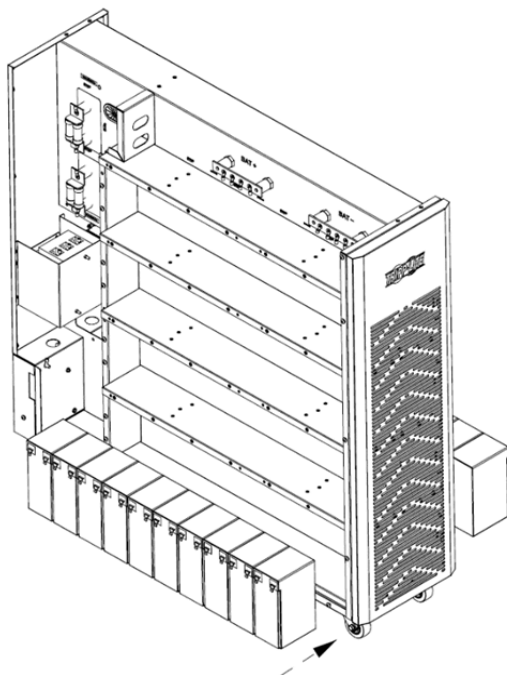

Figure 5-6A
5. Installer les 10 modules de batteries dans la couche inférieure (L1-A, ensemble positif du groupe 1). S'assurer de garder les côtés des bornes de toutes les batteries vers le haut (Figure 5-6A).